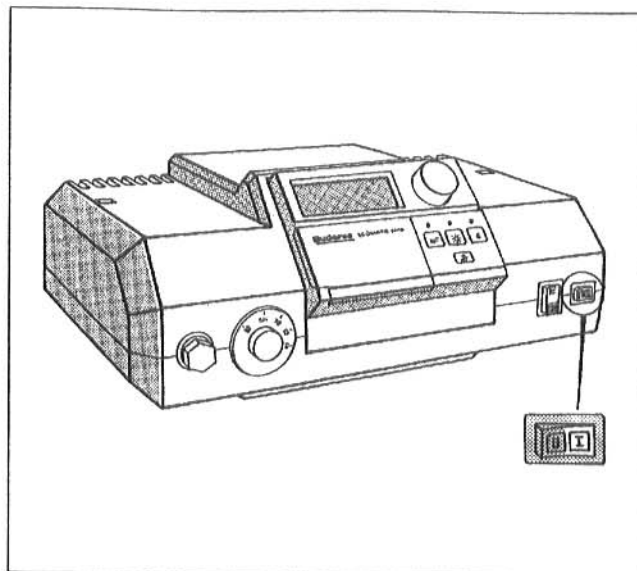

Fig. 4: Punerea în funcțiune a arzătorului de gaz
- Comutatorul funcționării (Fig. 4) se aduce pe poziția I (ON).
- Comutatorul funcționare (Fig. 4) se aduce pe poziția 0 (OFF).